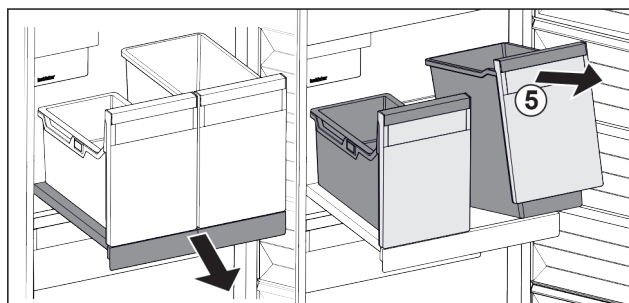

Fig. 89
- ▶ Sollevare il contenitore Fig. 89 (5) dal lato anteriore.